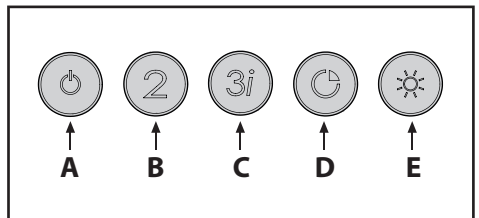

Fig. 10
• **Comandi luminosi (Fig.10)** la simbologia è di seguito riportata: